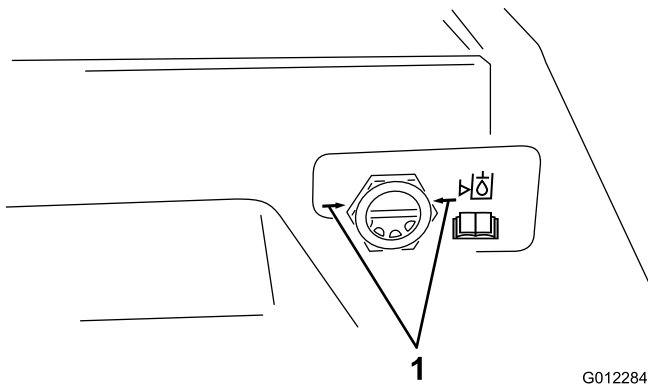

図 14
2. 点検窓で点検する (図 14)。オイルが暖かいときに油面の高さが点検窓の矢印まであれば適正。0オイルが冷えているときには矢印よりも 6~12 mm 下にあるのが適正。
- C. カバーを外し、油面の高さが矢印と同じ高さになるまでオイルを補給する (図 14)。